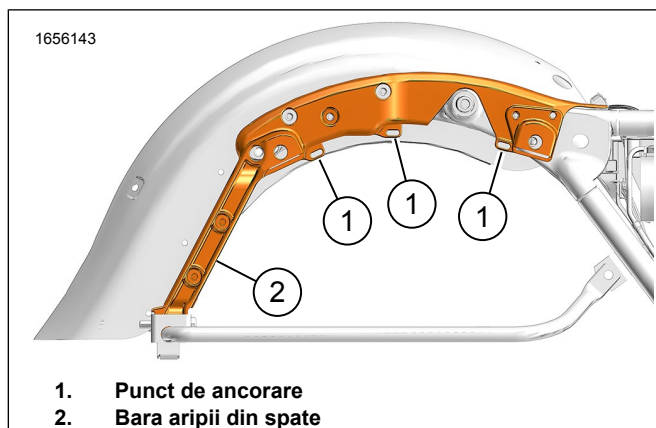

Figura 16. Bara aripii din spate
14. A se vedea figura 16. Dirijați și fixați cablajele cu curele pentru cabluri.